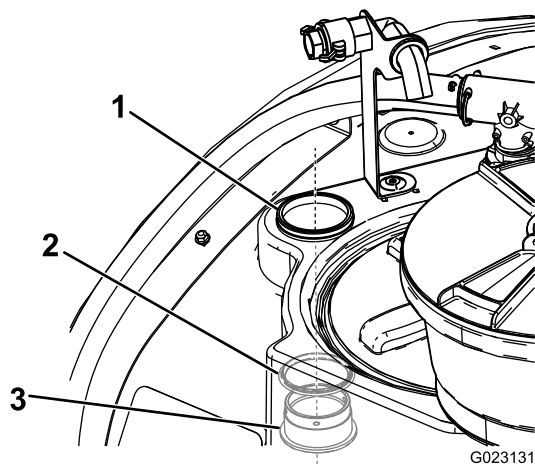

Figure 16
2. De l'intérieur de la cuve, passez le raccord de traversée et le joint torique à travers l'ouverture découpée précédemment (Figure 16).